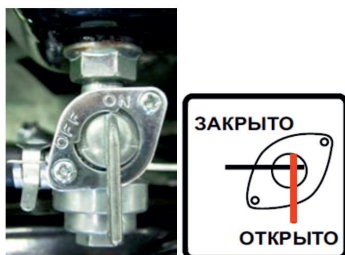

Рис. 10
1. Откройте топливный кран (положение «Открыто» или «ON») (рис. 10)